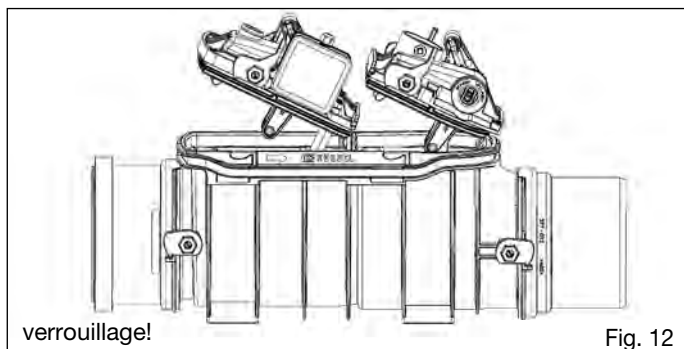

Fig. 12
4.2.1 Montage des deux couvercles (voir figures 12, 13)